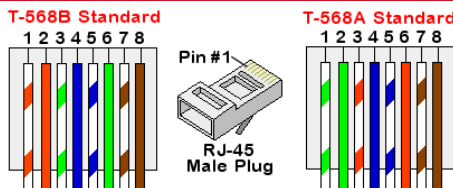

Figura 19: Cablaggio standard
- Inserire gli otto fili in un connettore RJ45 come indicato nella Figura 19.
- 5** Per il lato switch/router, utilizzare un cavo pre-crimpato o usare una pinza per crimpatura per preparare un connettore di comunicazione RJ45: Inserire gli otto fili nel connettore RJ45 nello stesso ordine indicato nella Figura 19.
- Attivare (ON) l'alimentazione AC all'inverter usando il sezionatore sul quadro principale.